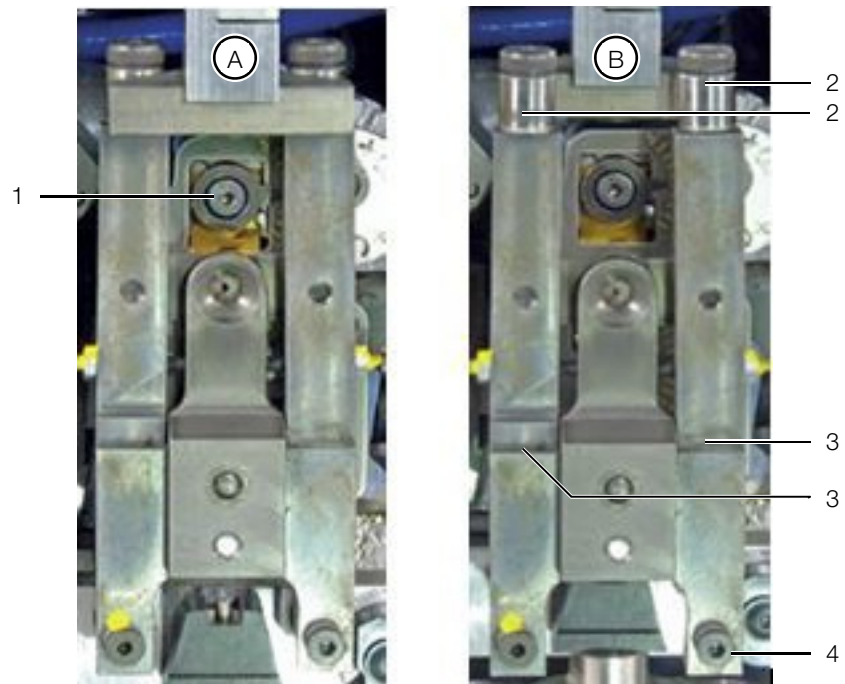

Fig. 18: Unità di fissaggio dei trefoli in posizione operativa (A) e spostata in avanti (B)
- Pulire l'imbuto di inserimento (fig. 18, pos. 1) con un pennello/spazzola.
- Tirare in avanti l'unità di fissaggio dei trefoli (fig. 18, pos. B).
- Verificare che i rulli (fig. 18, pos. 2) siano in grado di muoversi liberamente. Se necessario, lubrificare i punti di rotazione dei rulli.
- Oliare i punti di rotazione (fig. 18, pos. 3) dell'unità di fissaggio dei trefoli.
- Assicurarsi che l'unità di fissaggio dei trefoli sia in posizione avanzata (fig. 18, pos. B).
- Rimuovere la vite in basso a destra dell'unità di fissaggio dei trefoli (fig. 18, pos. 4).